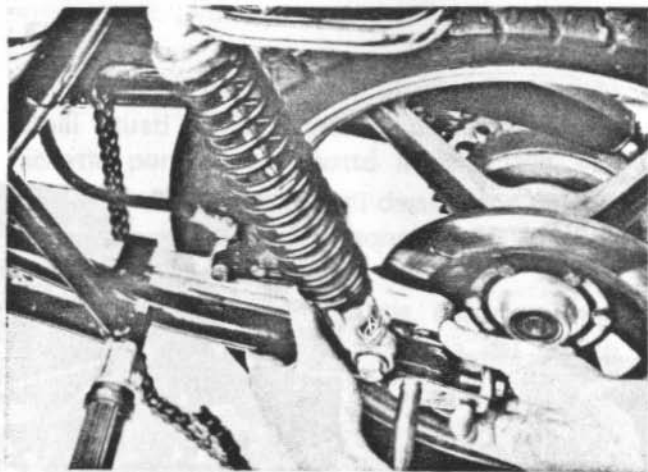

Fig. 46
- 5) Far arretrare la ruota in modo che sia possibile sfilare l'estremità della staffa supporto pinza freno dal ponte saldato al forcellone (Fig. 46).
- 5) Pull the wheel rearwards so that it is possible to withdraw the end of the caliper plate from its securing bracket welded to the swinging arm (Fig. 46).